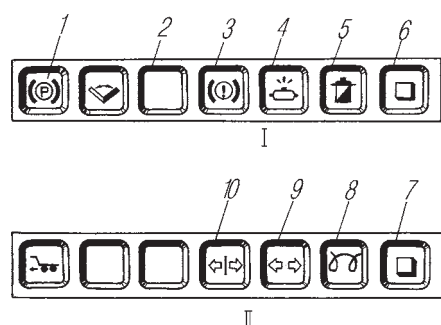

Рис. 12. Блоки контрольных ламп:
14. Перед началом движения давление воздуха в тормозной системе должно быть не ниже 440 кПа (4,7 кгс/см2). При загорании сигнализатора 4 (см. рис. 12) на панели приборов устранить неисправность в пневматической части привода.
15. При эксплуатации автомобиля, особенно в тяжелых дорожных условиях (песчаные, грязные дороги и т. д.), необходимо следить за состоянием тормозов и своевременно регулировать зазоры между колодками и барабанами. При неисправности загорается контрольная лампа 3 (см. рис. 12) на панели приборов.
16. Перед началом движения проверить исправность сигнализаторов блоков контрольных ламп (см. рис. 12).
При увеличении сопротивления масляного фильтра (засорение фильтрующего элемента, повышенная вязкость масла при низкой температуре) сигнализатор 5 (рис. 12) загорается красным светом. Свечение его допустимо только при пуске и прогреве двигателя. Сигнализатор 2 загорается красным светом при аварийном повышении температуры охлаждающей жидкости свыше 90 °С. Допускается кратковременная (не более 10 мин) работа двигателя при температуре до 95 °С.